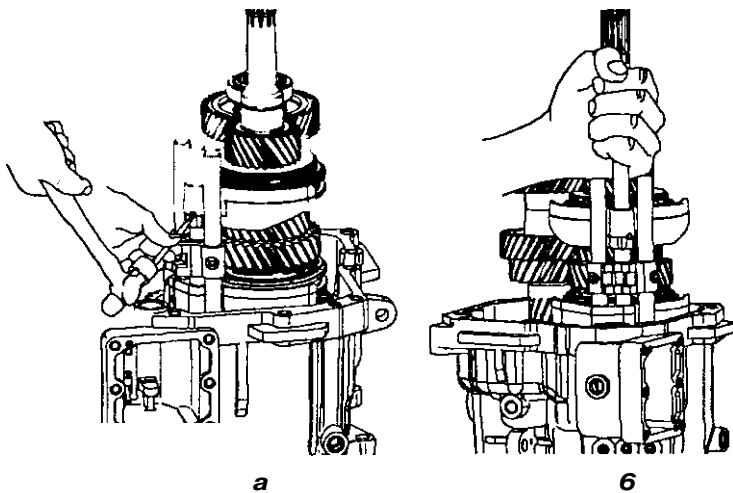

Рис. 6.12. Снятие и установка штоков переключения передач
11. Используя бородок с тонким цилиндрическим концом, выпрессуйте блокировочные штифты вилок переключения передач (рис. 6.12 а). Снимите штоки переключения передач (рис. 6.12 б). Внимание! Не используйте повторно блокировочные штифты.